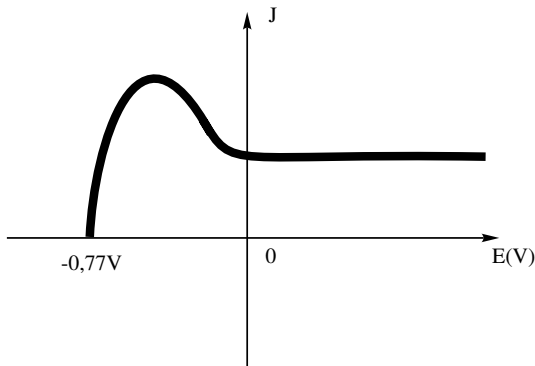

Figure 3
2. Le comportement anodique du titane en présence d'ions fluorure en milieu désaéré est donné sur la figure 3. L'expérience montre que la hauteur du palier de courant dans la zone de potentiel supérieur à 0 V est proportionnelle à la concentration en ion fluorure. À quel phénomène peut-on l'attribuer ?